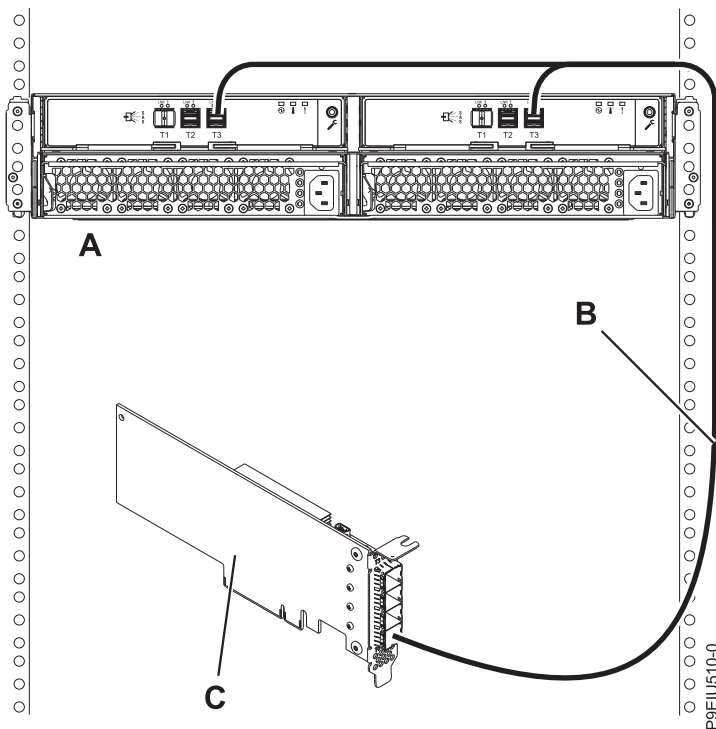

Figura 13. Conexión en la modalidad 1 de un alojamiento de almacenamiento ESLL o ESLS mediante un cable YO12 a un adaptador SAS FC EJ0J o FC EJ0M único
13. Lleve a cabo una conexión en la modalidad 1 de un alojamiento (A) utilizando un cable YO12 (B) a un adaptador SAS FC EJ0J o FC EJ0M único (C), tal como se muestra en la Figura 13, y, a continuación, siga con “Conexión de los cables, cables de alimentación e instalación de cubiertas” en la página 22.